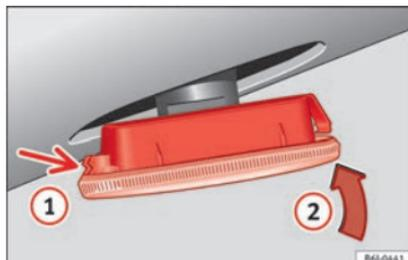

Abb. 115 Seitliche Blinker.
- Setzen Sie die Blinkleuchte zuerst mit den Befestigungsglaschen **(1) »» Abb. 115** in die Aussparungen in der Karosserie ein, und pressen Sie sie anschließend in Pfeilrichtung **(2) »» Abb. 115** auf.